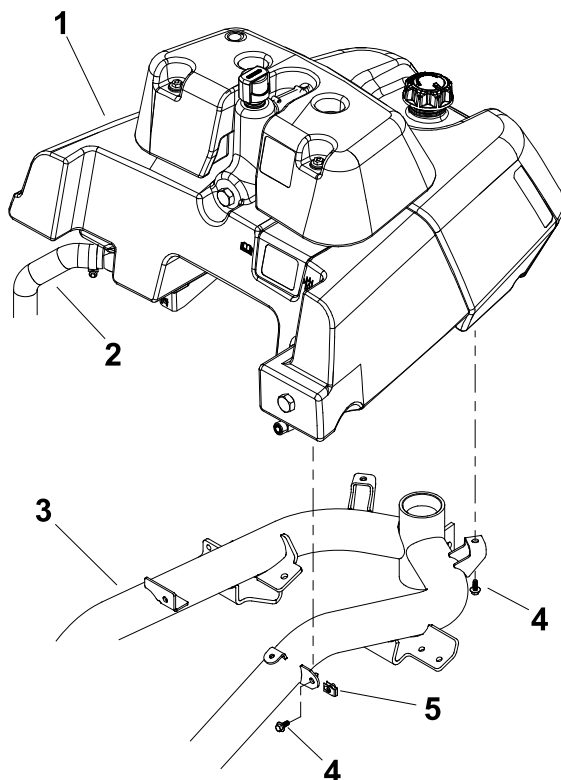

図 2
- グリーンズマスター 3400 および 3420 の場合: 図 2